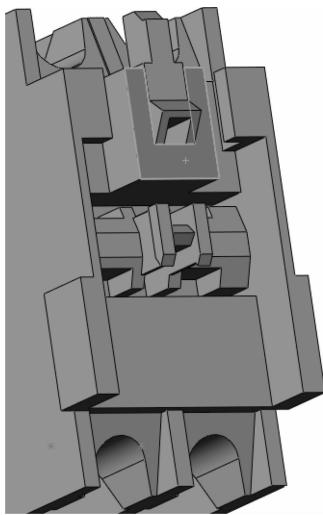

图 12-7 导轨背面
**步骤4 添加配合参考** 单击【配合参考】，选择【TREWRAIL35】，在图 12-7 所示的面上单击，选择【导轨背面】。单击【确定】/【下一个】。